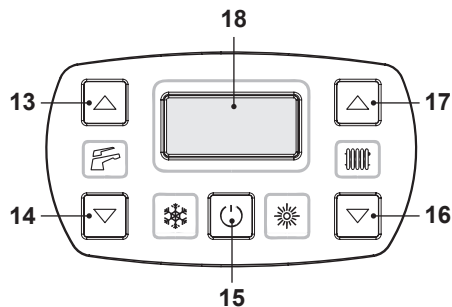
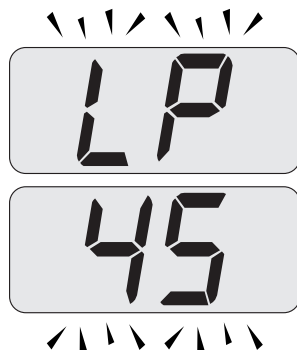
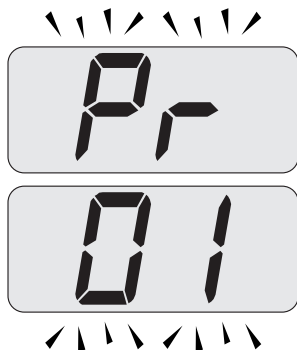

Figura 9.20
Figura 9.22
Figura 9.21
- Entrare in "modalità programmazione" premendo contemporaneamente per 10 secondi i tasti 15 - 16 - 17 (Figura 9.20) fino a far apparire sul display LCD le lettere **Pr** che si alternano con il codice **01**, indicanti l'entrata nel "parametro 01" (Figura 9.21).
- Premere contemporaneamente i tasti 16 e 17 (Figura 9.20) fino a far apparire sul display LCD le lettere **LP** che si alternano con il valore di temperatura dell'acqua di riscaldamento (es. **45**), indicanti l'entrata nell'attivazione della "funzione spazzacamino" alla potenza minima in sanitario (Figura 9.22).
- Premendo il tasto 17 (Figura 9.20) è possibile variare la potenza in modalità spazzacamino: con visualizzazione sul display LCD delle lettere **hP** che si alternano con il valore di temperatura dell'acqua di riscaldamento (es. **32**), siamo in "funzione spazzacamino" alla potenza minima in riscaldamento (Figura 9.23).
- Ripremendo contemporaneamente per 10 secondi i tasti 15 - 16 - 17 (Figura 9.20) si esce dalla "modalità spazzacamino" e